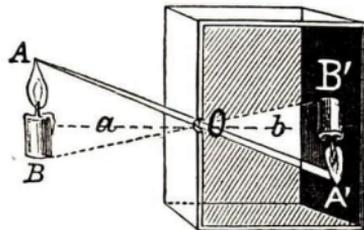

Abb. 215. Lochkamera
3. Das Lichtbild im Dunkelkasten (Abb. 215). Der Dunkelkasten (oder die Camera obscura) ist ein lichtdicht verschlossener Kasten mit einer kleinen Öffnung in der Vorderwand und einer durchscheinenden Rückwand.